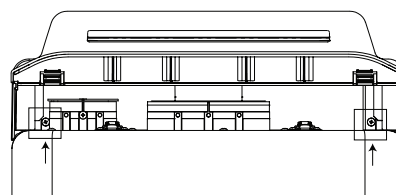

Fig. 3
4. Sotto alla feritoia per lo scarico del REU-OVC è presente uno sportello che consente l'accesso alla parte superiore dello scaldabagno. Aprire lo sportello e fissare il REU-OVC alle staffe di montaggio installate al punto 1 con le due viti fornite con l'adattatore (Fig. 3). Assicurarsi che i fori per le viti sul REU-OVC siano posizionati davanti alla staffa di montaggio. Se la posizione è invertita, non sarà possibile fissare il REU-OVC con le viti.